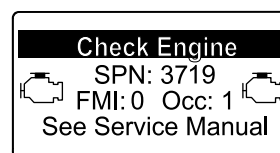

Figura 57
- Si es necesario realizar una regeneración de recuperación, el InfoCenter muestra la advertencia del motor SPN 3719, FMI 16 (Figura 57) y el ordenador del motor reduce la potencia del motor al 85%.